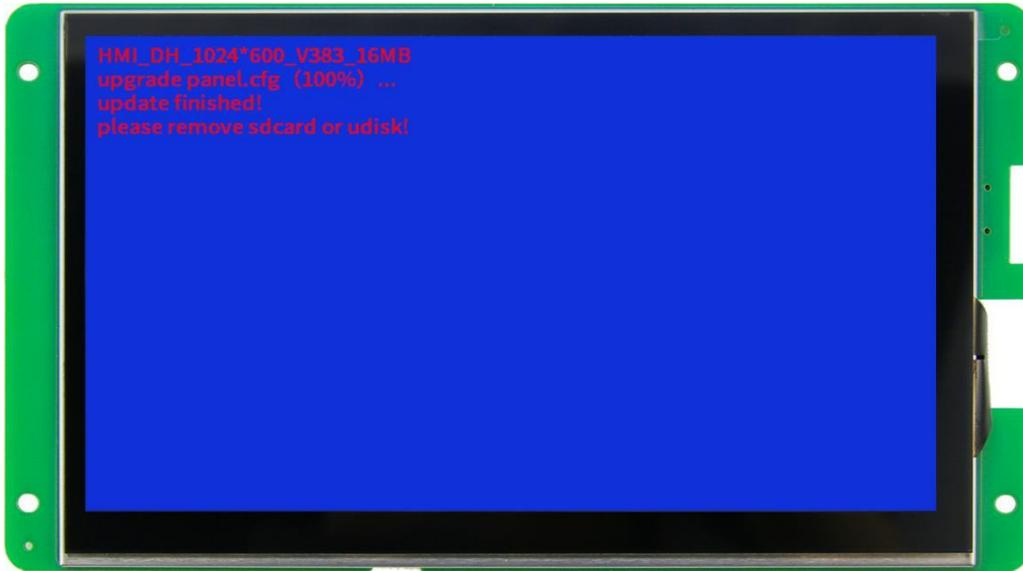

图 3-3 升级成功示意图
4. 升级成功如图 3-3 所示。根据屏幕提示, 拔出 SD 卡或 U 盘即可, 屏幕将自动运行工程。